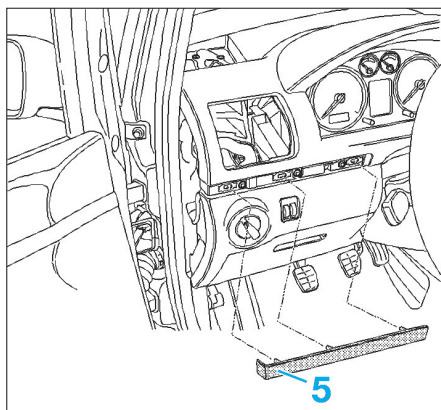

Fig. 7
- Extraire la conduite combinée rigide/flexible (5) du cylindre émetteur et l'obturer.
- Dégraffer l'enjoliveur (5) (Fig.7).